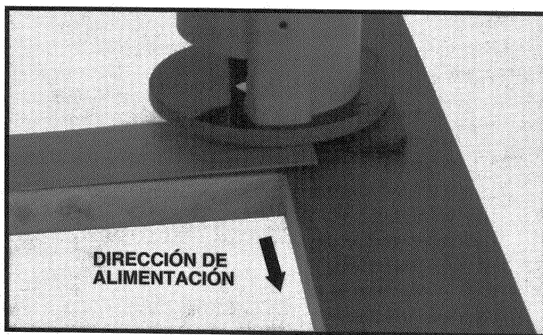

Fig. 4
5. Coloque la recortadora «underscribe» en la cara de la armazón de tal manera que la lengüeta (vea la Fig. 4) esté contra el canto del larguero.
**TOME NOTA:** La recortadora debe estar a la derecha del larguero para permitir que la acción de cortar avance desde la derecha a la izquierda (vea la Fig. 4).